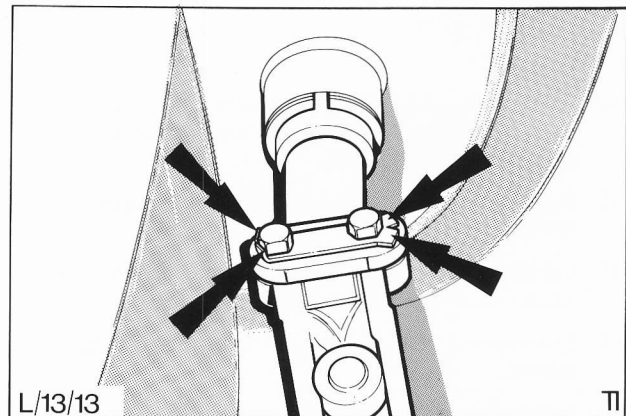

Abb. 82 Zusammenbau der Lenkverbindung und der Lenkspindel
29. Neues Sicherungsblech an **allen vier** Ecken umbiegen, Abb. 82.